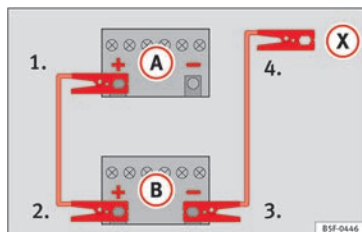

Fig. 79 Esquema de conexión para vehículos sin sistema Start Stop.
» » » fig. 79.
3. Emborne el otro extremo del cable *rojo* de emergencia al polo positivo (+) del vehículo que suministra la corriente (B).
- 4a. *En los vehículos sin sistema Start-Stop:* emborne un extremo del cable *negro* de emergencia al polo negativo (-) del vehículo que suministra la corriente (B) » » » fig. 79.